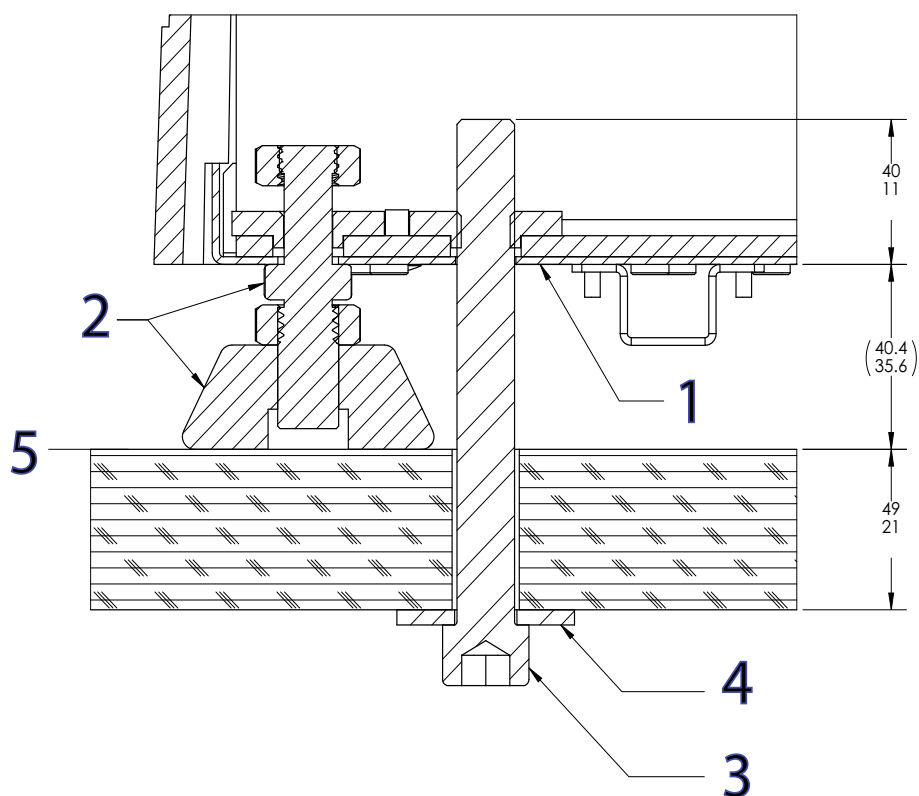

Figura 15. Prenda a estrutura à mesa
Legenda para Figura 15
3. Instale cada parafuso e arruela de tamanho grande conforme mostrado em Figura 15 na página 68.